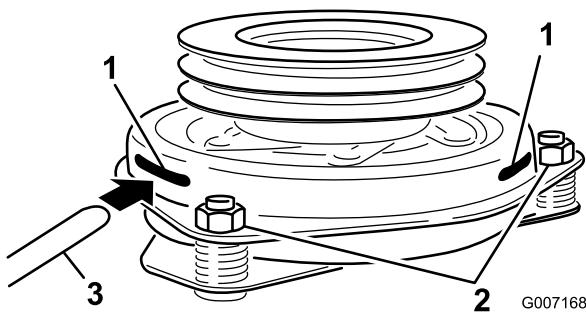

Figura 54
9. Inserite uno spessimetro di 0,381–0,533 mm attraverso una fessura d'ispezione sul lato del gruppo. Assicuratevi che si trovi tra le superfici di frizione dell'indotto e del rotore (Figura 54).
10. Stringete i dadi di bloccaggio fino a fissare leggermente lo spessimetro facendo però in modo di poterlo muovere facilmente all'interno del traferro (Figura 54).